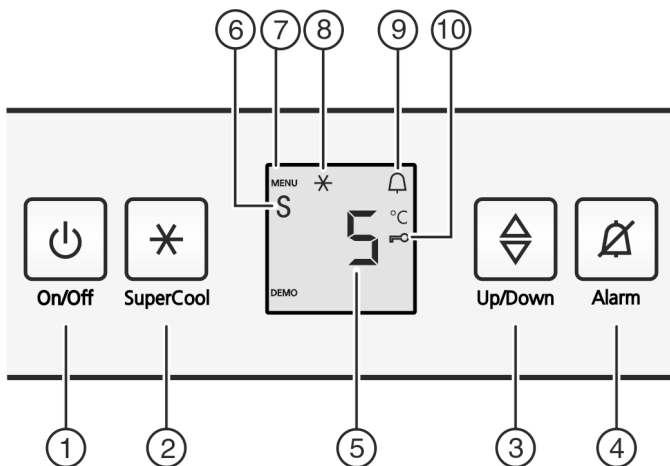

Fig. 2
- ▶ Taste On/Off Fig. 2 (1) drücken.
- ▶ Einstellmodus aktivieren: Taste SuperCool Fig. 2 (2) ca. 5 s drücken.
- ▷ Das Symbol Menu Fig. 2 (7) leuchtet.
- ▶ Mit Einstelltaste Fig. 2 (3) **c**wählen.
- ▶ Die Taste SuperCool Fig. 2 (2) kurz drücken, um zu bestätigen.
- ▶ Zum Einschalten der Kindersicherung Taste SuperCool Fig. 2 (2) kurz drücken.
- ▷ Das Symbol Kindersicherung Fig. 2 (10) leuchtet. In der Anzeige blinkt **c**.
- ▶ Zum Ausschalten der Kindersicherung Taste SuperCool Fig. 2 (2) kurz drücken.
- ▷ Das Symbol Kindersicherung Fig. 2 (10) erlischt. In der Anzeige blinkt **c**.
- ▶ Einstellmodus deaktivieren: Taste On/Off Fig. 2 (1) drücken.
► Taste Alarm Fig. 2 (4) drücken.
► Einstellmodus aktivieren: Taste SuperCool Fig. 2 (2) ca. 5 s drücken.
▷ Das Symbol Menu Fig. 2 (7) leuchtet.
► Um die Sabbath Mode Funktion aufzurufen: Taste SuperCool Fig. 2 (2) kurz drücken.
► **Zum Einschalten** des Sabbath Mode Taste SuperCool Fig. 2 (2) kurz drücken.
► **Zum Ausschalten** des Sabbath Mode Taste SuperCool Fig. 2 (2) kurz drücken.
► Einstellmodus deaktivieren: Taste On/Off Fig. 2 (1) drücken.
▷ In der Temperaturanzeige wird das Symbol Sabbath Mode Fig. 2 (6) angezeigt, solange der Sabbath Mode aktiv ist.